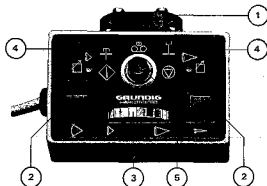

Abb. 19
Die Stativhalterung (1) (Abb.19) ist abnehmbar. Das Bedienteil kann dann auch als Tischpult verwendet werden.
Die Brennweitenverstellung erfolgt mit den Drucktasten (2) Abb.19. Damit ist jeder beliebige Wert zwischen langer und kurzer Brennweite einstellbar.
The tripod mount (1) (Fig.19) may be removed when the control unit may be used as a table set.
The focal length setting is by means of a press button (2) (Fig. 19). Any value between a long and short focal length may be set.
Das Objektiv-Recorder-Bedienteil ORB 72 Z, Abb. 19 a, wird zur Brennweiteinstellung des Objektivs an der Kamera benötigt.
Das Objektiv-Recorder-Bedienteil ORB 72 E, Abb. 19 b, dient zur Entfernungseinstellung des Objektivs an der Kamera. Es ist nur in Verbindung mit dem Bedienteil ORB 72 Z, Abb. 19 a, betriebsfähig. Es kann entweder an der Führungsstange eines Bodenstativs, oder an der Schulterstütze, siehe Abschnitt 9.4, angeklemt werden.